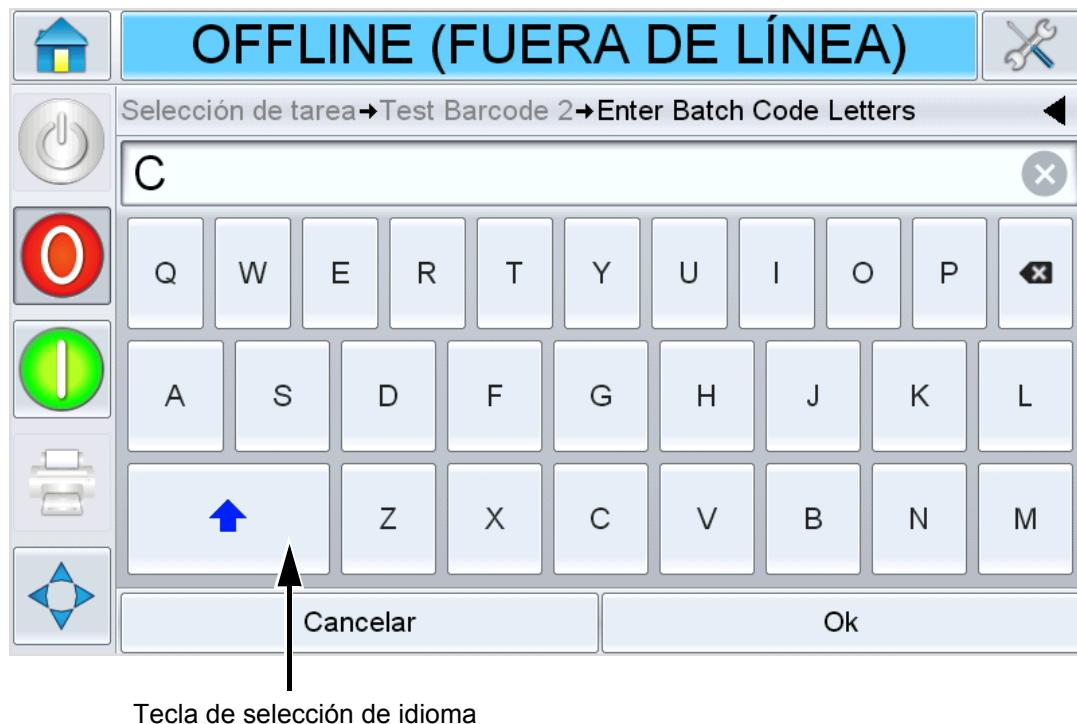

Figura 6-6: Teclado por defecto
- b. Toque la 'Tecla de selección de idioma' para acceder a las opciones de idioma disponibles (consulte Figura 6-6).